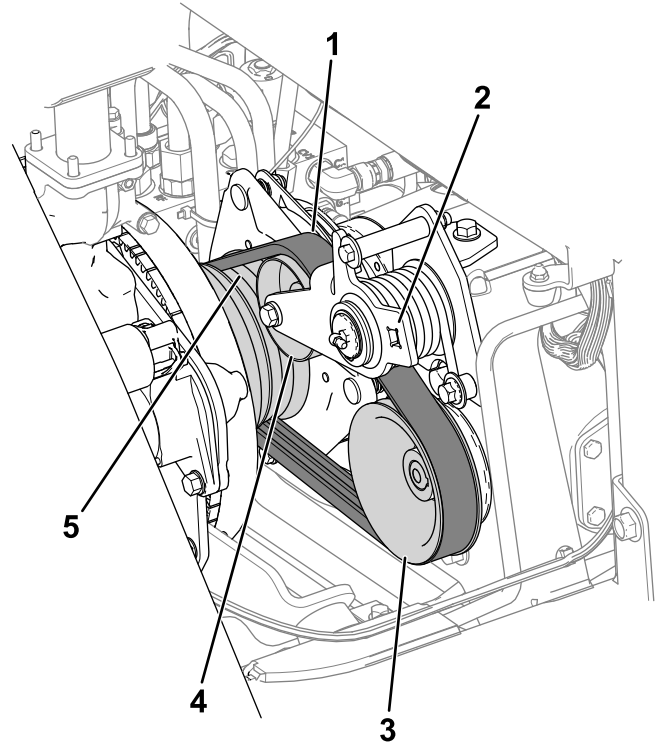

Bild 76
3. Führen Sie den Riemen über die Motorriemenscheibe, die Spannscheibe und der Riemenscheibe der Pumpe (Bild 76).